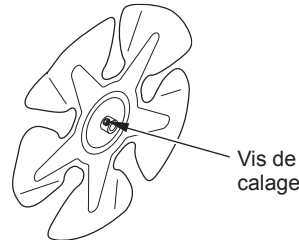

Figure 7 - Emplacement de la vis de calage
3. Utilisez une clé hexagonale pour desserrer la vis de calage qui retient le ventilateur à l'arbre du moteur (voir Figure 7). Retirez le ventilateur. Faites attention pour ne pas endommager le pas des pales du ventilateur.
- Utilisez une clé hexagonale pour desserrer la vis de calage qui retient le ventilateur à l'arbre du moteur (voir Figure 7, page 7).